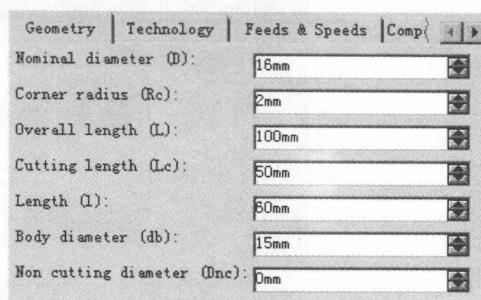

图 1.20 定义刀具参数
(3) 刀具命名。在 Name 文本框中输入“T1 End Mill D 16”并按下 Enter 键。
(4) 设置刀具参数。
① 在“Power machining.1”对话框(一)中取消选中  Ball-end tool 复选框, 然后单击 More>> 按钮, 再单击 Geometry 选项卡, 最后设置图 1.20 所示的刀具参数。
② 其他选项卡中的参数均采用默认的设置值。